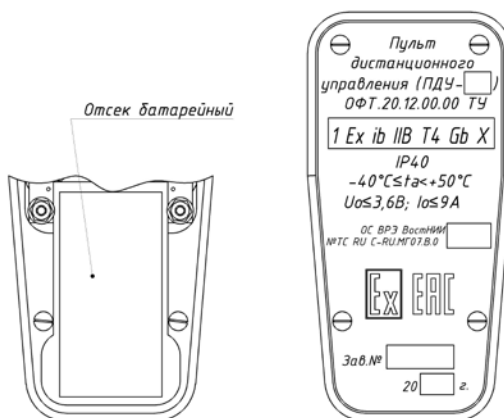

Рисунок 4 – Нижняя сторона корпуса с батарейным отсеком
3) отсека с нижней стороны корпуса, в котором размещено два элемента питания типа "ААА» и печатная плата электрической схемы. Отсек закрыт крышкой с 4 винтами (рисунок 4).